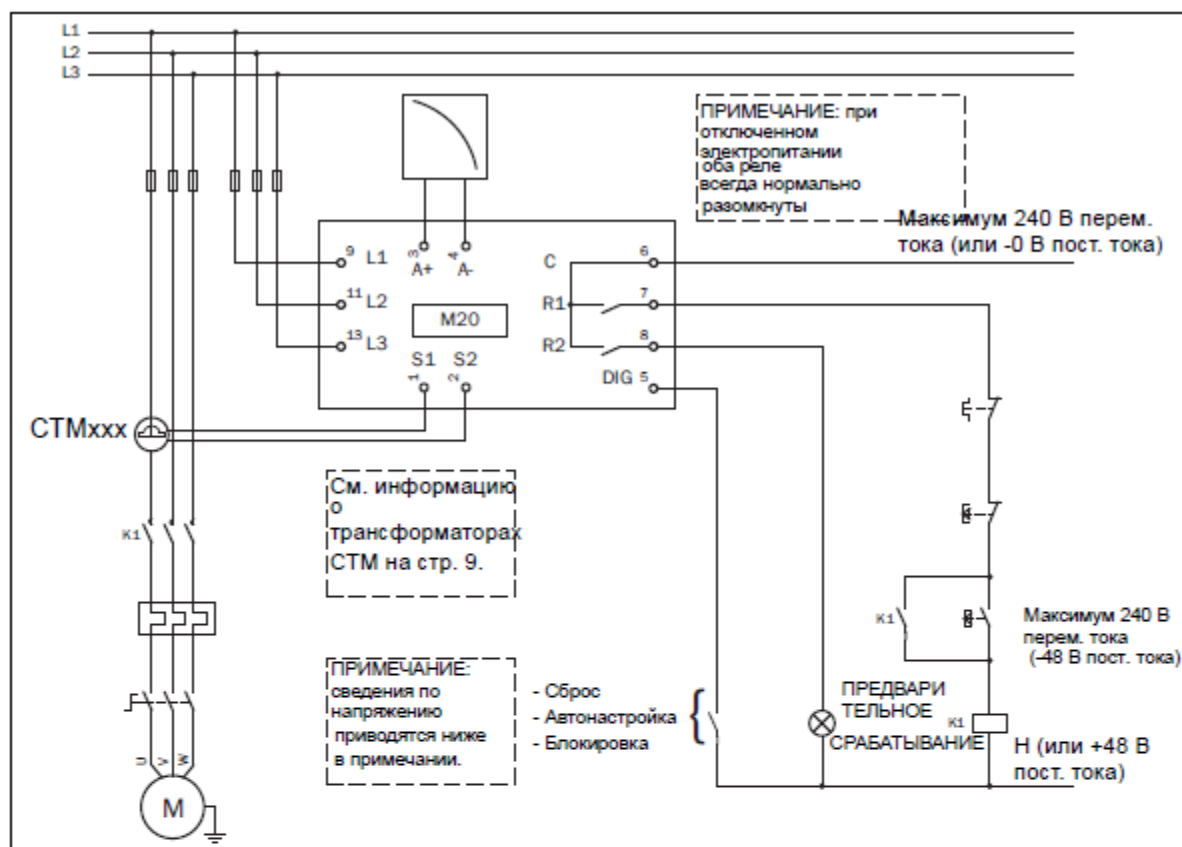
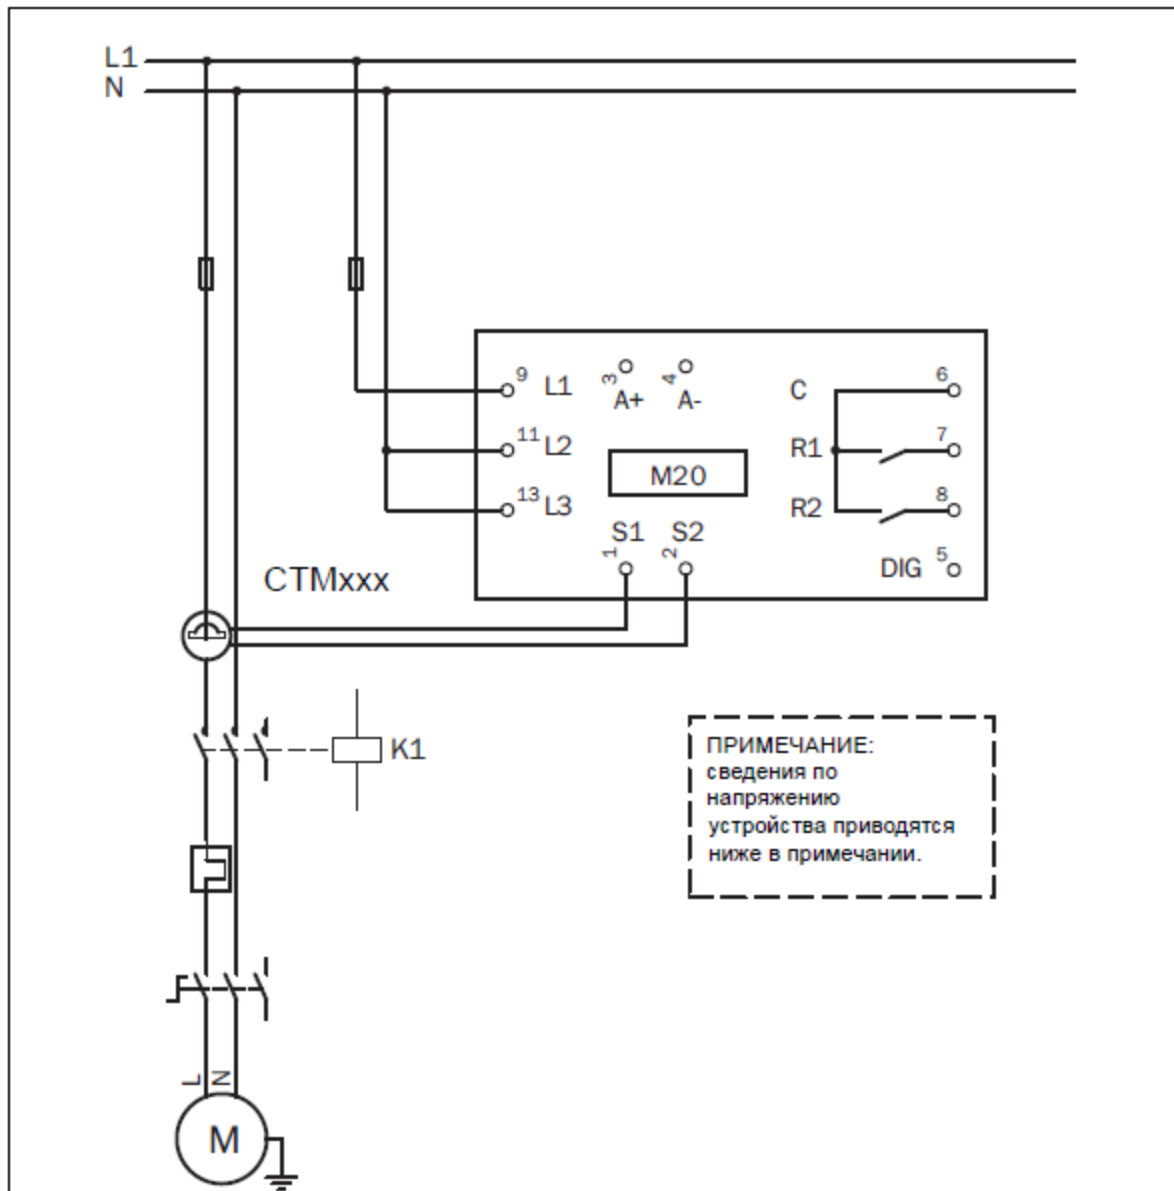

Рис. 1 Пример подключения
Рис. 2 Пример однофазного подключения.
1. Подключите Emotron M20 в соответствии с указаниями из главы 5 и Рис. 1.
На следующей схеме приводится пример подключения устройства M20 для управления цепью пуска/останова трехфазного двигателя, Рис. 1. Подключения к однофазному двигателю описаны в данном руководстве ниже (Рис. 2), поскольку в таких случаях требуется внесение изменений в программирование. По умолчанию монитор нагрузки M20 настроено на использование 3 фаз.
1. Трансформатор тока СТМххх должен быть установлен на фазе, соединенной с клеммой 9, это фаза L1, см. Рис. 1. нарушение данного требования приведет к выходу устройства из строя.
2. Однофазное подключение показано на Рис. 2.
**Примечание: трансформатор тока (СТМххх) должен быть установлен на фазе, соединенной с клеммой 9, это фаза L1, см. Рис. 1.**
**ПРИМЕЧАНИЕ:** если ПУСК/ОСТАНОВ подключен согласно Рис. 1, рекомендуется шунтировать клеммы 6 и 7 при программировании. По завершении программирования шунт должен быть извлечен. Если подключение выполнено согласно Рис. 1, диапазон напряжений устройства, например, 3x380-500 В перем. тока, должен соответствовать напряжениям соответствующего двигателя или линии, например, 3x400 В.
В данном примере подключения показаны соединения, необходимые для однофазного оборудования. Остальные подключения показаны на Рис. 1.
**ПРИМЕЧАНИЕ:** если подключение выполнено согласно Рис. 2, диапазон напряжений устройства, например, 1x100-240 В перем. тока, должен соответствовать напряжению соответствующего двигателя или сети – нейтрали, например, 1x 230 В.
В качестве цифрового входа используются клеммы 5 (DIG) и 6 (C - reference). Может использоваться сигнал переменного или постоянного тока. Если используется сигнал постоянного тока, то "+" подключается к клемме 5 (DIG), а "-" – к клемме 6. При использовании напряжения постоянного тока соблюдайте полярность. См. также Рис. 1, клемма 6: максимум 240 В перем. тока (или -0 В пост. тока) и клемма 5: Н (или +48 В пост. тока). См. также глава 9, "Расширенные функции".